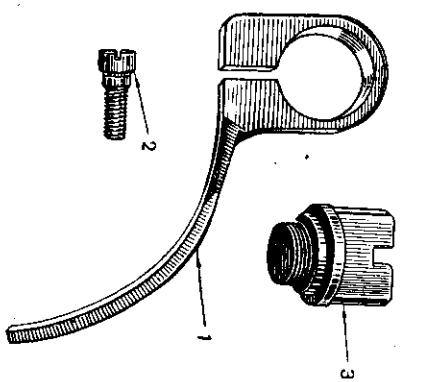

Рис. 21. Хомут: 1—хомут, 2—зажимной винт, 3—пробка.
- 6) Присоединить магазин к малокалиберному пулемету и одеть на его ствол закрепительный хомут (рис. 21) лопастью влево, ослабив предварительно захватной винт.